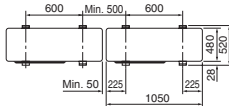

Fig. 3-1
- Se til at du installerer enheten på en solid, jevn overflate for å forhindre klappelyder under drift. (Fig. 3-1)